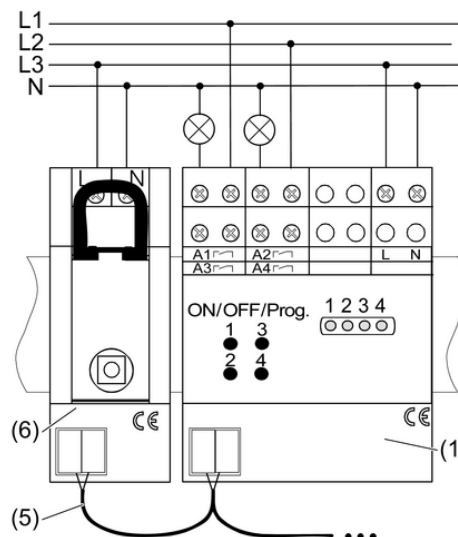

Bild 2
- Schaltaktor (1) auf Hutschiene montieren.
- Schaltaktor gemäß Anschlussplan anschließen (Bild 2). Die Ausgänge A1 bis A4 können an verschiedene Phasen angeschlossen werden.
- Schaltaktor über eine Busleitung (5) mit dem Funkempfänger REG (6) bzw. weiteren Funkaktoren verbinden.